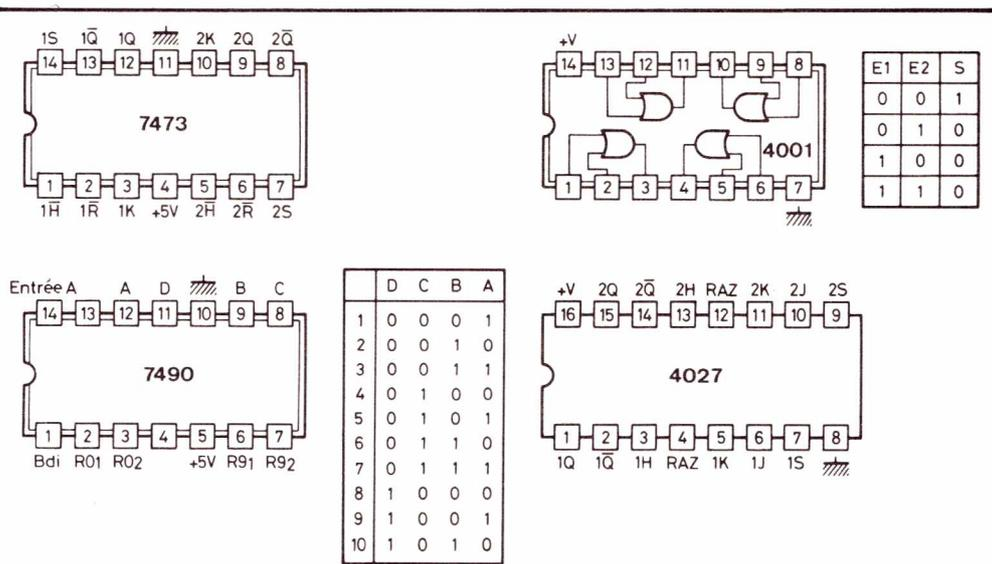

Figure 6 : brochage des différents CI.
**B) LE MONOSTABLE** transformera donc ces signaux impropres en créneaux parfaits c'est-à-dire largeur constante quelle que soit la période du signal et fronts raides. Ce monostable sera constitué de deux portes NOR N1 et N2. N1 à une entrée (5) rebouclée sur la sortie 3 de la seconde porte N2. en l'absence d'impulsions l'entrée 6 de N1 est au niveau 0, les entrées 1 et 2 de N2 sont à 1 par R11 (C7 est déchargé), la sortie 3 de N2 est donc à 0 (voir table de vérité 4001, **figure 6**). Par conséquent, l'entrée 5 de N1 est à 0. N1 ayant ses deux entrées à 0, à sa sortie à 1. C7 présente donc deux niveaux de potentiel identiques sur chacune de ses armatures et se trouve donc déchargé, le système est stable et est au repos.
En se rapportant à la numérotation binaire (**figure 6**) on s'aperçoit que les sorties B et C sont ensemble au niveau 1 à la sixième impulsion. Si bien que lorsque le compteur arrivera à la sixième impulsion, il passera aussitôt à 9 puis à zéro à l'impulsion suivante. Nous aurons donc bien eu 7 impulsions.